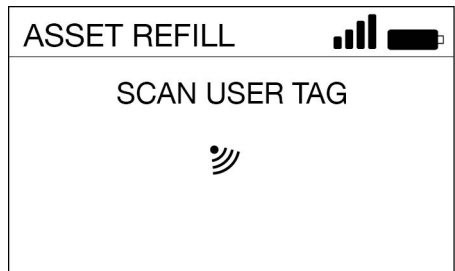

Fig. 26
3. Escanee la etiqueta de identificación del usuario (llavero NFC) (FIG. 26).